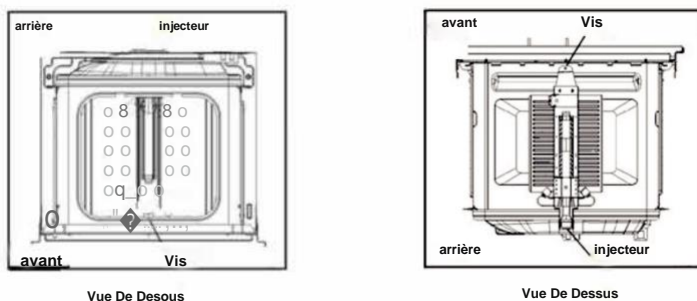

FIGURE 9
- * Retirez le brûleur en desserrant la vis. **(Voir figure 9).**